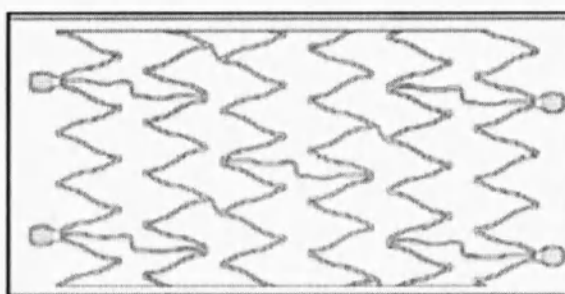

Рисунок 3
- имплантируемый самораскрывающийся стент из никель-титанового сплава (нитинола), см. рисунок 3. Стент представляет собой гибкий протез винтовой конструкции из тонкой трубчатой сетки, который спонтанно достигает диаметра, разворачиваясь в целевом сосуде. После разворачивания стент оказывает радиальное воздействие на стенку сосуда для обеспечения проходимости.